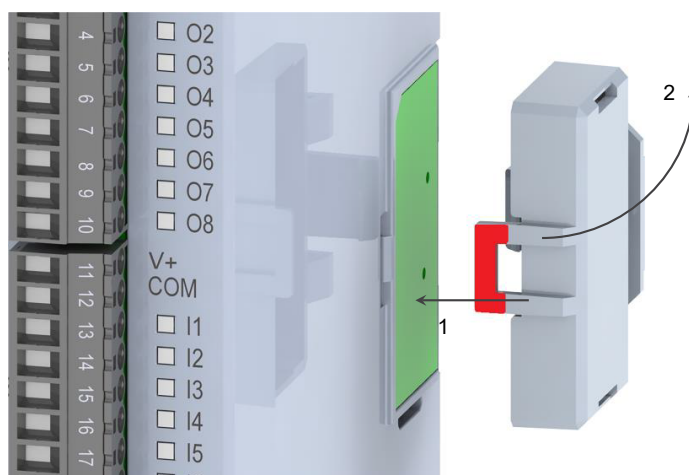

Figura 3.6: Encaixe do fechamento
Conforme mostrado pela Figura 3.6 na página 3-4, a instalação correta do fechamento é feita primeiramente com o encaixe da parte destacada em vermelho (1). Em seguida, deve-se realizar um leve movimento de rotação para encaixar a parte (2), que fica próxima ao trilho ou painel.